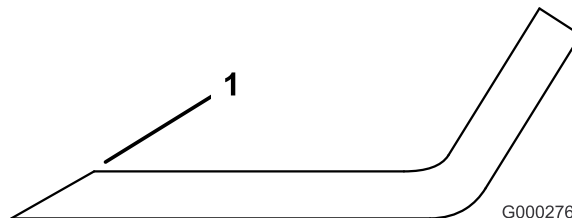

Figura 77
- Affilate i taglienti da entrambe le estremità della lama con una lima (Figura 77). Rispettate l'angolazione originale. La lama conserva il proprio equilibrio soltanto se viene rimossa una quantità uguale di materiale da entrambi i taglienti.